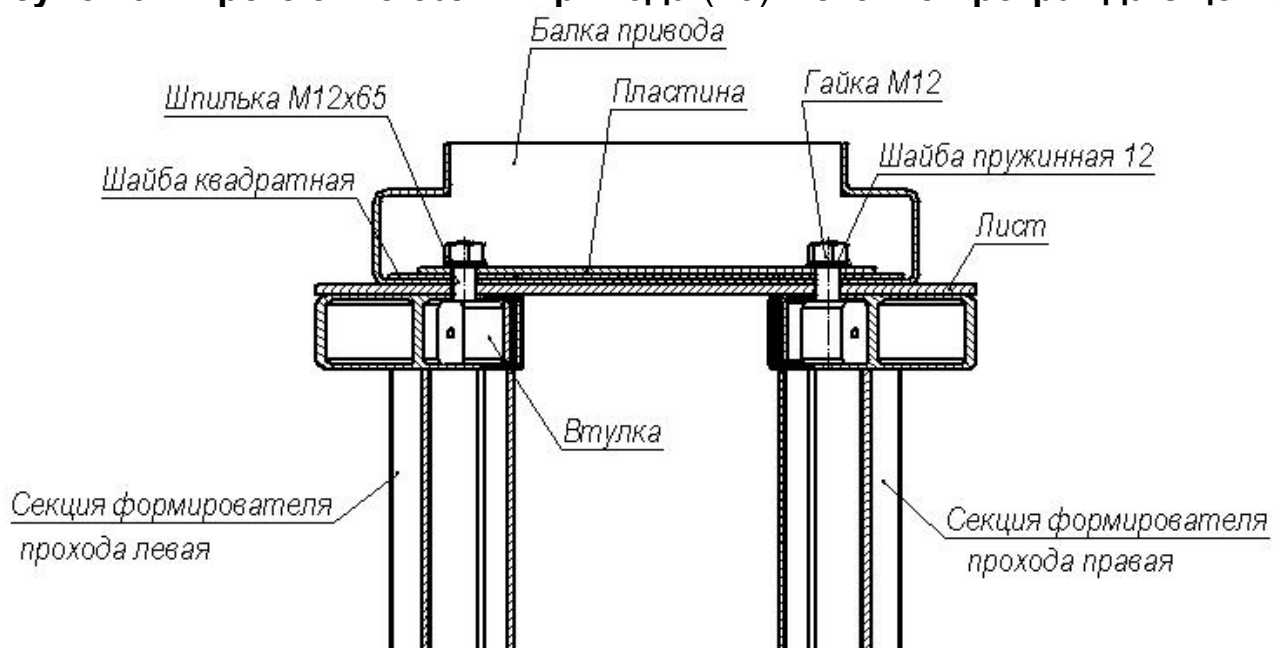

Рисунок 10 – Крепление балки привода (13) к секциям (6) и (7) формирователя прохода
8.2.14 Наденьте другой конец балки на две шпильки, выступающие из листа (12) (п. 8.2.5), наденьте на шпильки две квадратные шайбы*, на шайбы — пластину*, а затем две пружинные шайбы 12 и зафиксируйте положение балки двумя гайками $M12$ (см. рисунок 10). Затяните гайки на всех четырёх шпильках, крепящих балку привода. Усилие затяжки гаек — предварительное.
* Квадратные шайбы и пластина при поставке находятся внутри балки привода (13).